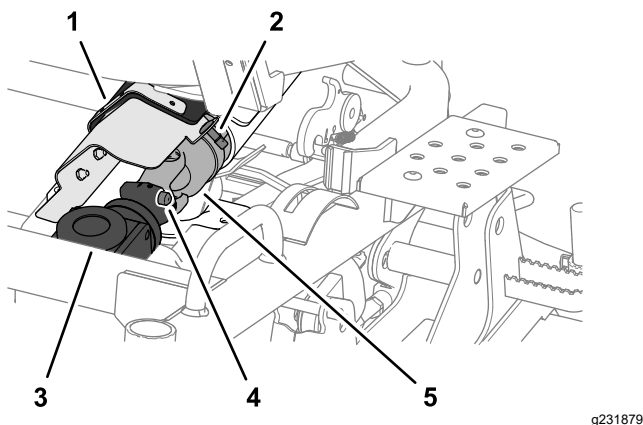

Figura 112
1. Gire la fijación de cuarto de giro y abra la cubierta de la articulación universal de la cubierta de la correa (Figura 112).
- Desconecte el extremo delantero del árbol de transmisión de la caja de engranajes de la carcasa de corte pulsando el pasador cargado con resorte y, a continuación, tirando del extremo del árbol de transmisión hacia atrás (Figura 112).
- Alinee las acanaladuras de la articulación universal del árbol de transmisión con las acanaladuras en el acoplamiento de la caja de engranajes; consulte la Figura 112 en Desconexión del árbol de transmisión de la caja de engranajes de la carcasa de corte (página 75).
- Pulse el pasador cargado con muelle y, a continuación, presione el extremo del árbol de transmisión hacia delante; consulte la Figura 112 en Desconexión del árbol de transmisión de la caja de engranajes de la carcasa de corte (página 75).
- Libere el pasador cargado con muelle y compruebe que la articulación universal del árbol de transmisión está bloqueada en la caja de engranajes de la carcasa de corte; consulte la Figura 112 en Desconexión del árbol de transmisión de la caja de engranajes de la carcasa de corte (página 75).
- Cierre la cubierta de la articulación universal y fíjela a la cubierta de la correa con la fijación de cuarto de giro; consulte la Figura 112 en Desconexión del árbol de transmisión de la caja de engranajes de la carcasa de corte (página 75).